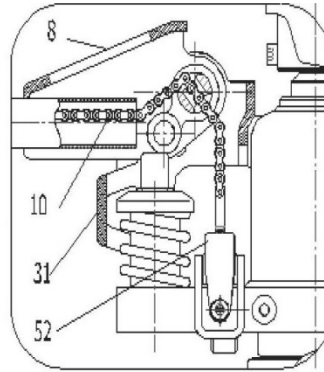

Рис. 2
4.4. После этого, цепь трубки рукоятки 10 пропустить сквозь отверстие стержня вала 23. (см. рис. 2)
4.5. В проем пластины 52 вставить винт и с помощью гайки закрепить конец цепи 10. (см. рис. 2, 4)